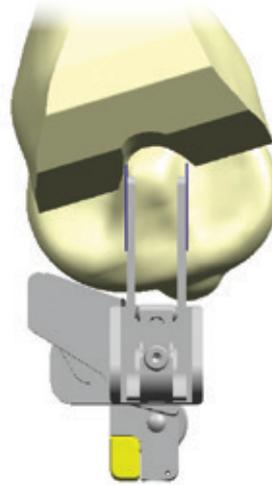

Figura 29
- 1 En flexión, monte el calibrador de orientación de forma que los brazos queden alineados con las marcas de eminencia provisionales (figura 29). Bloquee el calibrador de orientación empujando hacia arriba la palanca de bloqueo dorada.